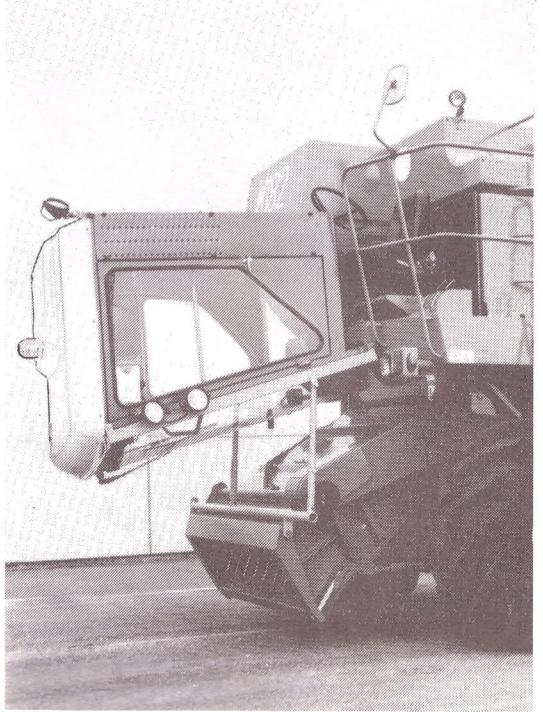

FIG. 17
- S'assurer que l'outillage de basculement est bien monté sur la cabine et sur le caisson du convoyeur ; se souvenir en particulier que les tubes doivent être fixés aux manchons de la traverse, dans le trou supérieur du tube inférieur, ceci pour permettre le basculement complet de la cabine (voir fig 17).